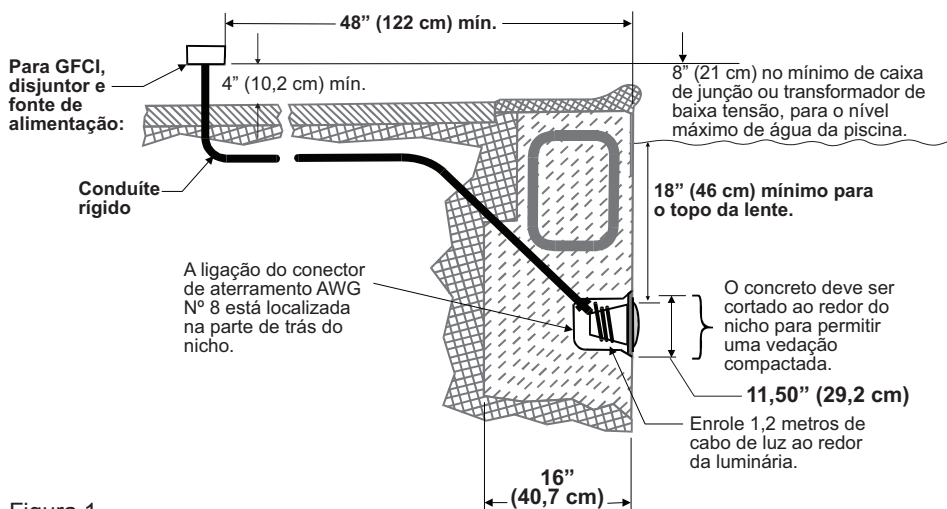

Figura 1.
- A Caixa de junção (ou, para **modelos de 12 volts**, o transformador de baixa tensão) está localizada a pelo menos 20,5 cm acima do nível do chão e a pelo menos 1,21 m da borda da piscina. Veja a Figura 1 na página 3.
- O nicho úmido está devidamente instalado de forma que a borda superior da lente da luz subaquática esteja a pelo menos 46 cm abaixo da superfície da água na piscina. Veja a Figura 1 na página 3.
- O nicho úmido está devidamente conectado eletricamente e aterrado por meio do conector de aterramento AWG nº 8 localizado na parte de trás do nicho. Veja a Figura 1.
6. Deixe pelo menos 1,21 m de cabo para enrolar na luminária. Veja a Figura 1 na página 3. Esse cabo de 1,21 m enrolado em volta da luz permite que ela seja reparada depois que a piscina estiver cheia de água.
**ANTES DE COMEÇAR:** as etapas 1-7 (páginas 7-8) descrevem as tarefas que devem ser concluídas pelo electricista antes da instalação da luminária IntelliBrite. Veja o diagrama da Figura 1 na página 7.
- A caixa de junção (ou, para modelos de 12 volts, o transformador de baixa tensão) está localizada a pelo menos 20,5 cm acima no nível máximo de água e a pelo menos 1,21 m da borda da piscina. Veja a Figura 1.
- O nicho úmido está devidamente instalado de forma que a borda superior da lente da luz subaquática esteja a pelo menos 46 cm abaixo da superfície da água na piscina. Veja a Figura 1. (Não mais do que 20" de profundidade no Canadá.)
1. Alimente o cabo através do conduíte até a caixa de junção, deixando pelo menos 1,2 m de cabo na luminária para enrolar em torno da luz (isso permite que a luz sofra manutenção após a piscina estar cheia de água). Veja a Figura 1.
19. Enrole pelo menos 1,21 m de cabo ao redor da luminária (veja a Figura 1 na página 3). Isso permite que a luz sofra manutenção após a piscina estar cheia de água.